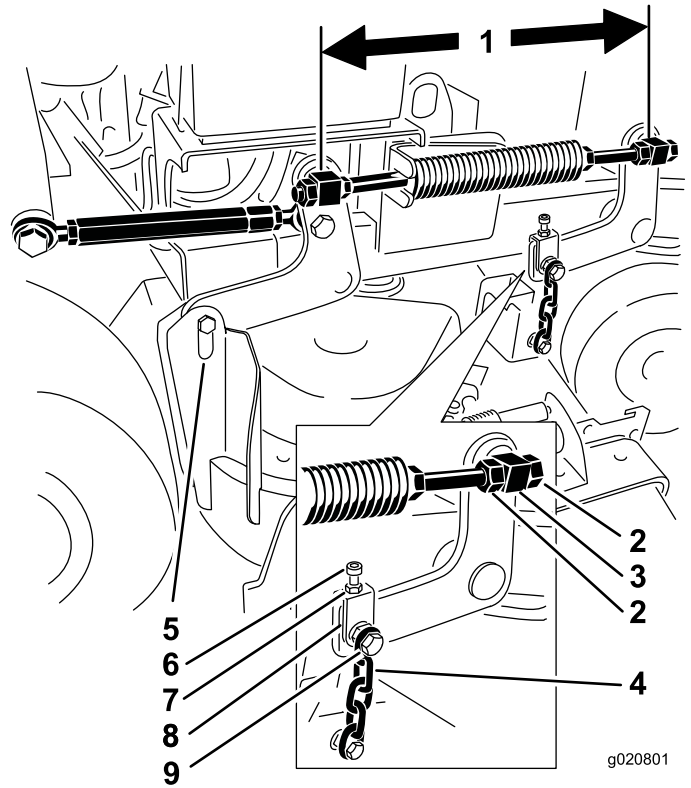

Figura 82
6. Compruebe la distancia entre los pivotes; mida del centro de un pivote al centro del otro (distancia entre centros) en cada varilla roscada. La longitud debe ser de 49,5 cm para carcasas de corte de 91 cm y de 43,7 cm para carcasas de corte de 102 cm (Figura 82).
11. Si es necesario ajustarlo, afloje el perno superior de la cadena (Figura 82).
6. Afloje los pernos superiores de las cadenas (Figura 82).